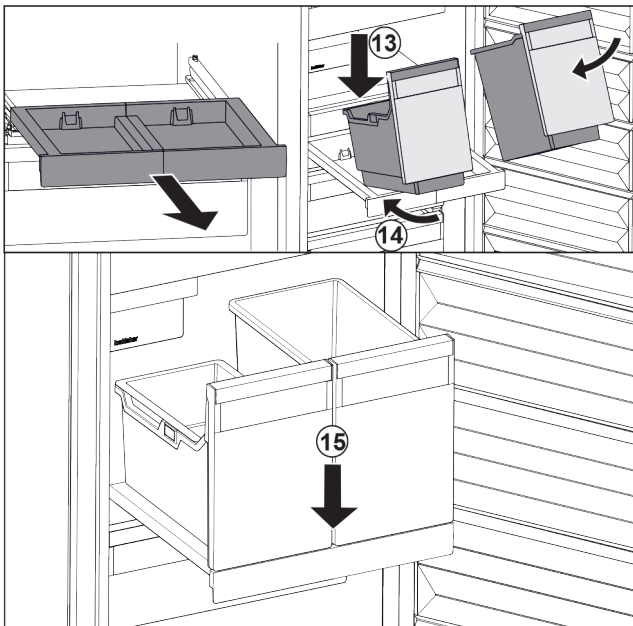

Fig. 106
- ▶ Встановити резервуар на витяжну панель навкоси. Fig. 106 (13)
- ▶ Насунути резервуар навкоси до зад. Fig. 106 (14)
- ▶ Резервуар опустити спереду. Fig. 106 (15)